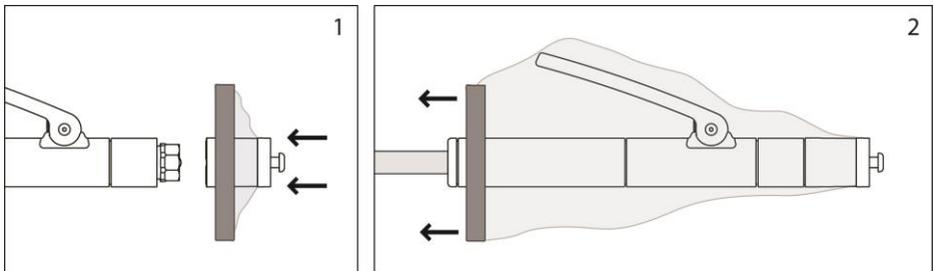

Abbildung 6
(S) Das Kopplungsteil der Mofixx- Hülle auf dem Aktuator befestigen, indem Sie es in Achsrichtung des Aktuators schieben. (Dabei auf das zylinderförmige Gehäuse der Hülle drücken, nicht auf den Stift). Sie hören es einrasten, wenn es auf die richtige Art und Weise befestigt ist. Die Hülle am Arm entlang ausrollen. (Siehe Abbildung 6)